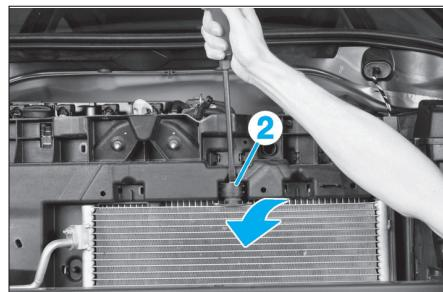

Fig. 39
- A l'aide d'un tournevis, déloger le condenseur en (2) (Fig.39).